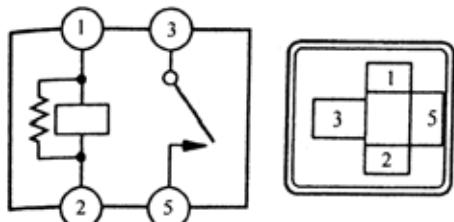

图 9-42
1) 检查端子之间是否导通，如图 9-42 和表 9-23 所示。